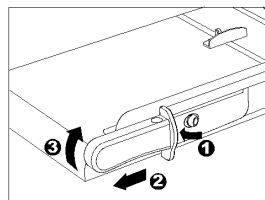

Figura 1
- Abbassare il dispositivo di blocco della leva (figura 1/1).
- Tirare contemporaneamente in avanti la leva di taglio afferrandola dall'impugnatura (figura 1/2).
- Sollevare la leva di taglio (figura 1/3).